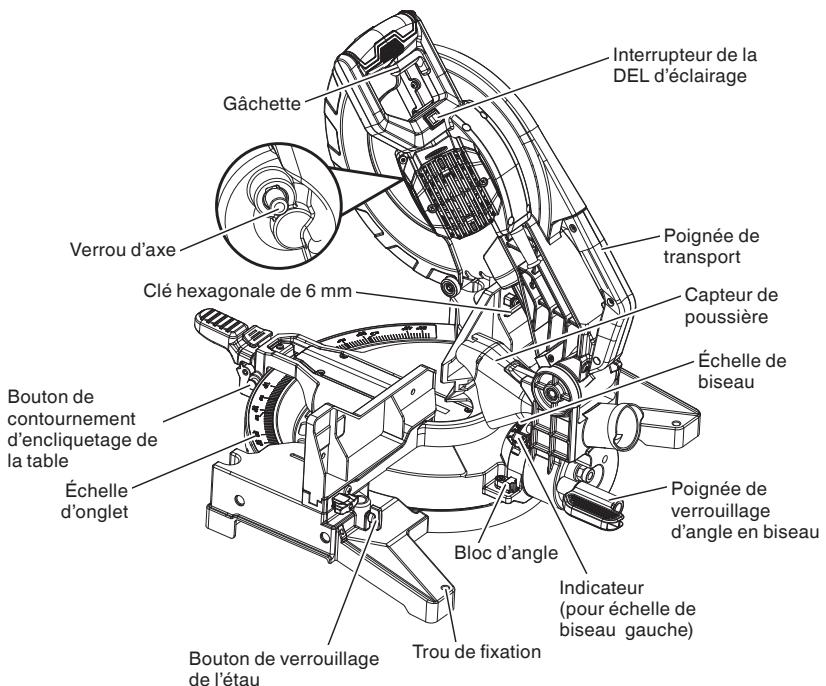

Fig. 2
Fixer la garde secondaire (L), le sac à copeaux et l'ensemble d'étau comme indiqué sur la Fig. 1 et Fig. 2.
(Fixer l'ensemble d'étau comme illustré à la Fig. 1, Fig. 2 et Fig. 18.)
Après avoir installé la lame de scie, vérifier que le verrou d'axe est revenu sur sa position libérée avant d'utiliser l'outil électrique (voir Fig. 2).